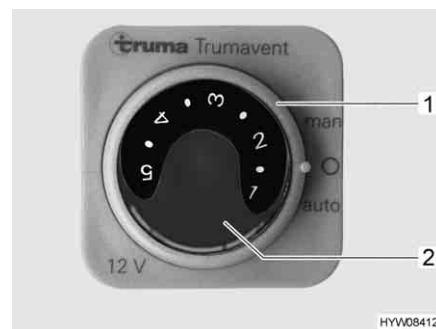

Fig. 90 Centralina di controllo per ventola di ricircolo dell'aria
- Impostare l'interruttore girevole (Fig. 90,1) sulla centralina di controllo della ventola di ricircolo su "man".
- Posizionare la manopola (Fig. 90,2) sulla potenza desiderata (3-5).
- Impostare l'interruttore girevole (Fig. 90,1) sulla centralina di controllo della ventola di ricircolo su "0".